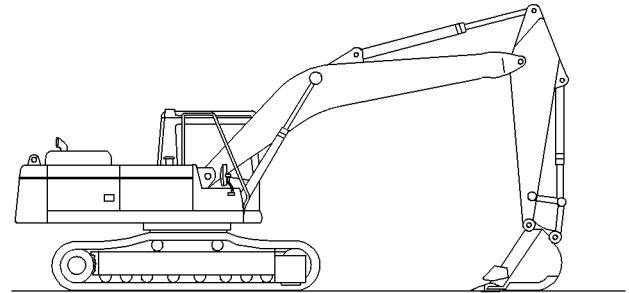

Ilustración 331
16. Regrese la máquina a la posición que se muestra en la ilustración 331. Compruebe para detectar si hay fugas de aceite en la máquina.